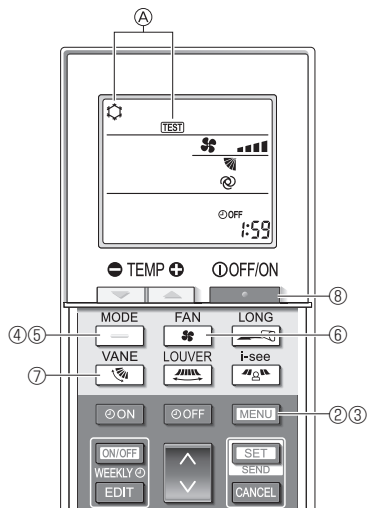

Fig. 8-5
- Håll knappen [MENU] intryckt i 5 sekunder. (Fig. 8-5)
A [TEST] och aktuellt driftläge visas. (Fig. 8-5)